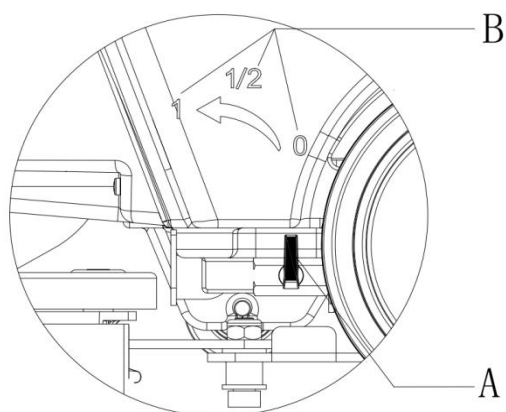

Рисунок 7
Переключатель питания (45) должен быть на выключенном положении "0" до регулирования ручки клапана (А, рисунок 7).